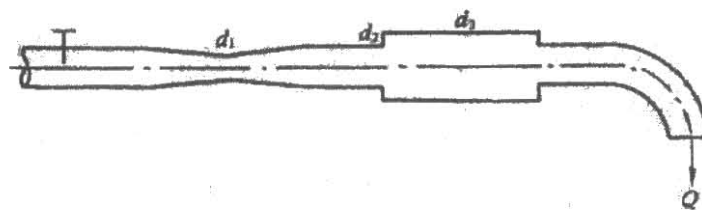

图1 连续流动管段
1. 如图1所示的管段,  $d_1 = 2.5\text{cm}$ ,  $d_2 = 5.0\text{cm}$ ,  $d_3 = 10.0\text{cm}$ 。
- ①当流量为  $4\text{L/s}$  时, 求各管段的平均流速。
- ②旋动阀门, 使流量增加至  $8\text{L/s}$  或使流量减少至  $2\text{L/s}$  时, 平均流速如何变化?